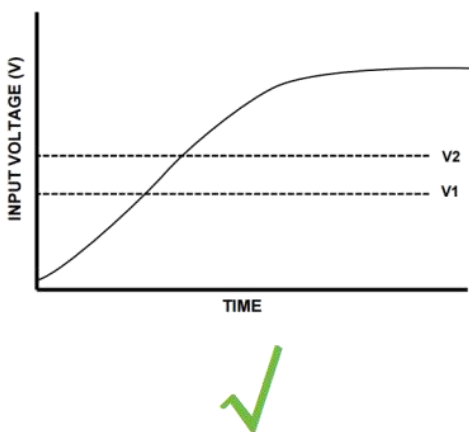
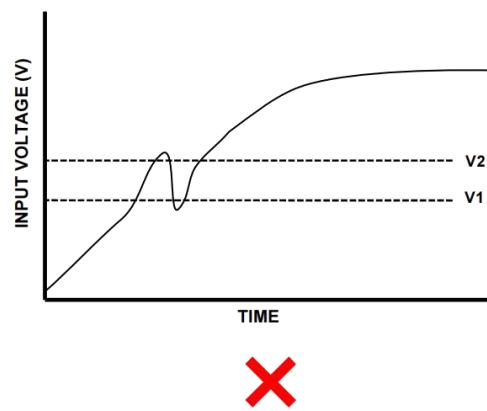

图 3-19 单调性电源
图 3-20 非单调性电源
iSMK 和 FD1X5 系列驱动器在进行电源上电时必须使用图 3-19 所示的单调性电源, 如果使用了图 3-20 所示的非单调性电源, 在偏差接近任何阈值电压时, 非单调性斜坡可能会引起驱动器启动异常等问题, 从而发生错误故障。
- 图 3-19 和图 3-20 中标注的 V1 表示 10V 电压, V2 表示 17V 电压。